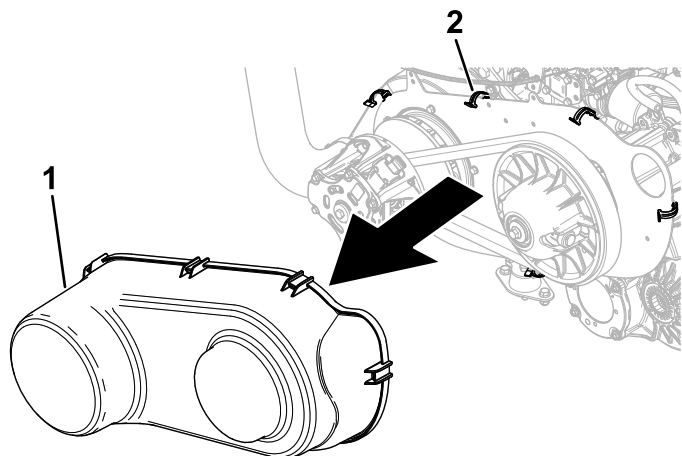

Figura 111
5. Sganciate le 6 molle di serraggio che fissano il copricinghia e rimuovete la copertura (Figura 111).
8. Montate il copricinghia (Figura 111).
10. Montate il copricinghia (Figura 111).